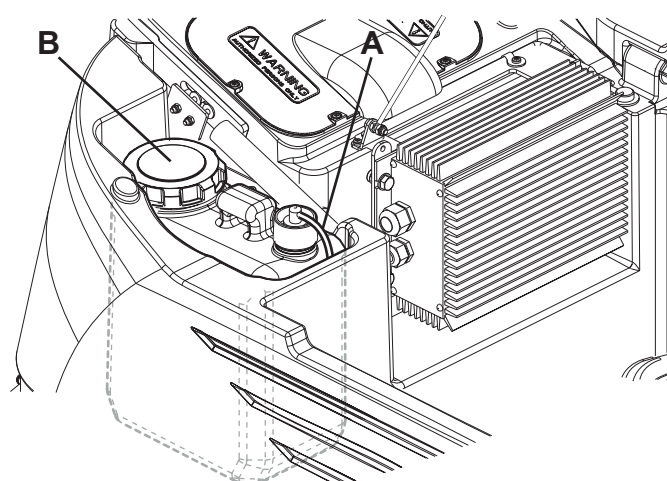

Figure 9
2. Ouvrir le couvercle (20) et contrôler que le réservoir de l'eau de récupération (19) est vide. Dans le cas contraire, le vider au moyen du tuyau de vidange (24). Fermer le couvercle (20).
3. Soulever le groupe réservoirs (44) avec soin.
4. Dévisser le bouchon et déconnecter le tuyau (A, Fig. 9) du réservoir (B).
7. Reposer le réservoir (42) dans son logement comme indiqué dans la figure et le connecter au tuyau (A).